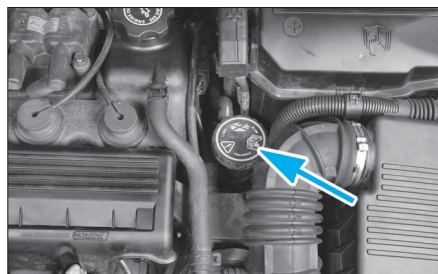

FIG. 25
- le bouchon de sécurité de la goulotte de remplissage (Fig.25).
• Remplir le circuit de refroidissement par le bouchon de sécurité de la goulotte de remplissage (Fig.25).
• Ajouter au besoin du liquide de refroidissement par la goulotte de remplissage (Fig.25).